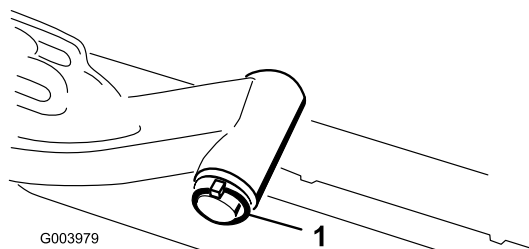

Рисунок 9
A. Снимите шплинт и шайбу крепления оси поворота подъемного рычага к подъемному рычагу и сдвиньте ось поворота с подъемного рычага (Рисунок 9).
C. Вставьте ось подъемного рычага в подъемный рычаг и зафиксируйте шайбой и шплинтом (Рисунок 9).